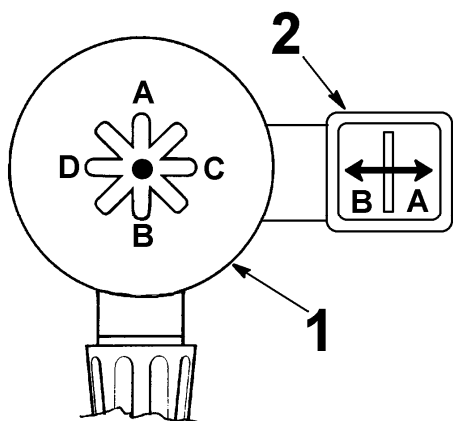

Fig.13
3. Actionner le levier du manipulateur (#1 Fig.13) en position **A**: le bras porte-arbre se déplace vers le haut. Actionner le levier (#1 Fig. 13) en position **B**: le bras porte-arbre se déplace vers le bas.
4. Actionner le levier du manipulateur (#1 Fig.13) en position **C**: le chariot porte-outil se déplace vers la droite. Actionner le levier (#1 Fig. 13) en position **D**: le chariot porte-outil se déplace vers la gauche.
5. Actionner le levier du manipulateur (#2 Fig.13) en position **A**: le bras porte-outil se déplace vers la droite. Actionner le levier en position **B**: le bras porte-outil se déplace vers la gauche.